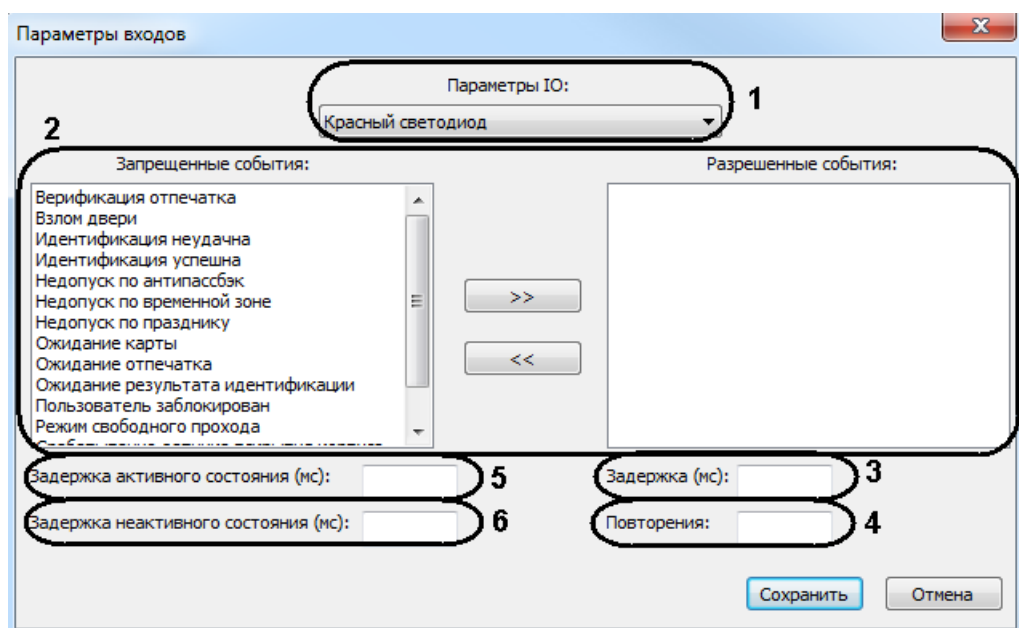

Рис. 3.3—6 Настройка сценариев работы исполнительных устройств контроллера BioSmart 4
3. Из списка **Запрещенные события** в список **Разрешенные события** перенести с помощью кнопки >> события, при наступлении которых должно срабатывать данное исполнительное устройство (см. Рис. 3.3—6, 2).